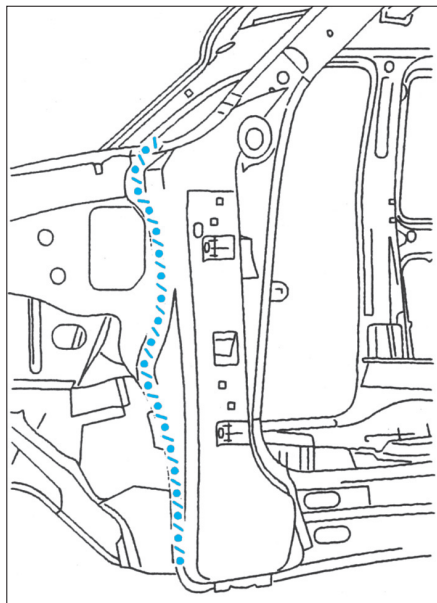

FIG. 56
- Appliquer un mastic d'étanchéité (Fig.56).